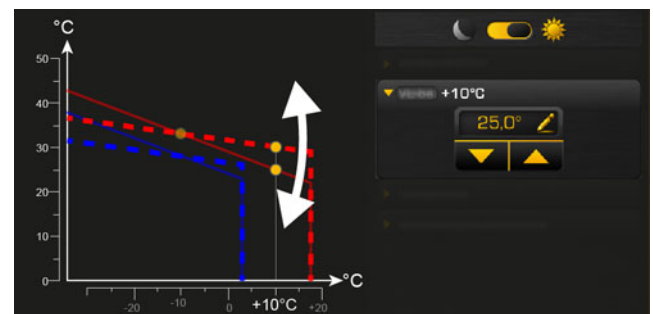

Fig. 7-98: Ajustement de la courbe de chauffage (en cas de températures extérieures supérieures au point de gel)
- Si, en mode de chauffe (au sein des temps de chauffage), les pièces sont toujours trop chaudes ou trop froides, il faut réajuster la courbe de chauffage. Voir chapitre Fig. 7-98: "Ajustement de la courbe de chauffage \(en cas de températures extérieures supérieures au point de gel\)".